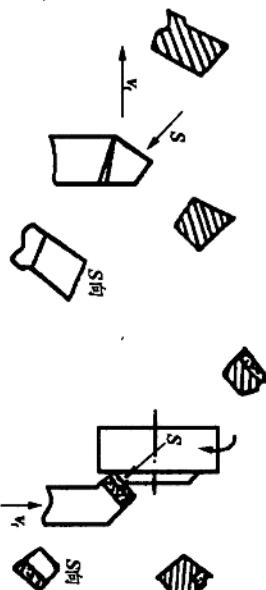

图 1.5
26. 按图 1.5 所示, 标注出车刀切割部分的六个独立角度及代号。